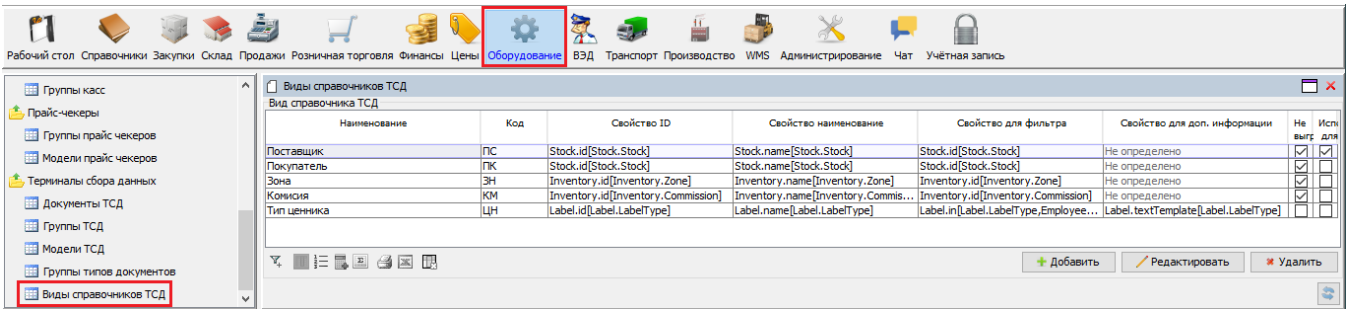

Рис. 1. Настройка справочников для ТСД.
1) На форме *Оборудование\Терминалы сбора данных\Виды справочников ТСД* указываются справочники, которые будут использоваться на ТСД, например, Поставщики, Покупатели и др. (рис.1.). Например, без настройки справочника поставщиков в ТСД не загрузятся заказы, без справочника складов нельзя будет выбрать склад, для работы с ТСД и т.д. Для каждого справочника заполняются следующие поля: